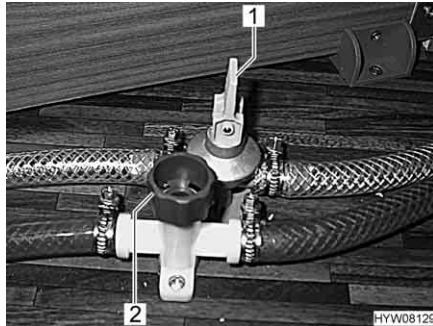

Bild 158 Avtappningskranar
- Stäng alla avtappningskranarna för varmvattenberedaren. Ställ då vipparmen (Bild 158,1) i vågrätt läge och vrid ventillocket (Bild 158,2) medurs.
- Öppna alla avtappningskranarna för varmvattenberedaren. Ställ in vipparmen (Bild 158,1) i vågrätt läge och vrid ventillocket (Bild 158,2) moturs.